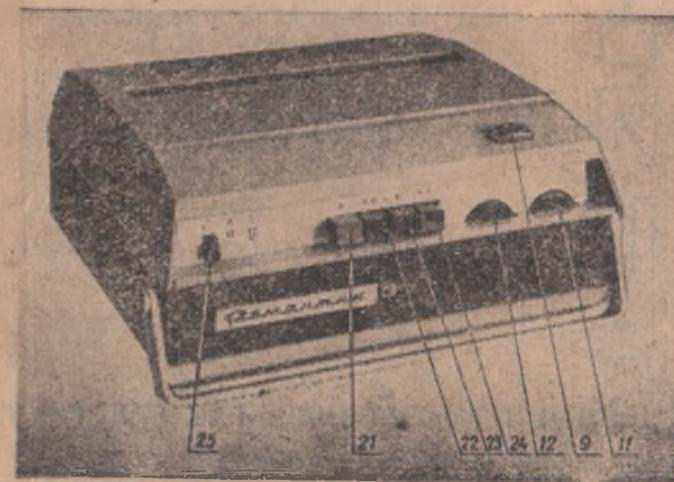

Рис. 2.
Для установки нормального уровня записи в режиме «Запись» и контроля за напряжением источников питания в режиме «Воспроизведение» имеется стрелочный индикатор (9) рис. 2.
Переключение режимов работы магнитофона осуществляется четырьмя кнопками кнопочного переключателя (рис. 2).